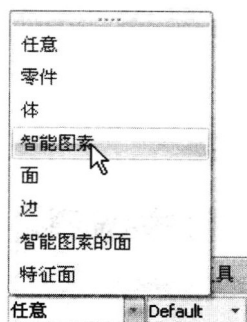

图 1-7 选择“智能图素”选项
Step5 在“选择”工具条的“拾取过滤”下拉列表框中选择“智能图素”选项，如图 1-7 所示。